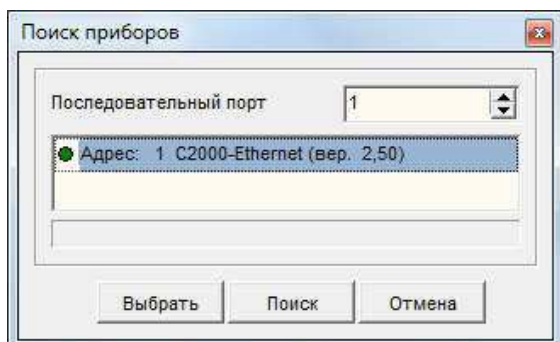

Рисунок 3. Поиск приборов.
- 3) Запустить программу Urog. Выполнить пункт меню «Прибор→Чтение конфигурации из прибора». Откроется окно поиска приборов (см. рисунок 3). В этом окне указать номер COM-порта, к которому подключен «C2000-Ethernet». Нажать кнопку «Поиск» и выполнить поиск приборов. Список найденных приборов выводится в окно программы.